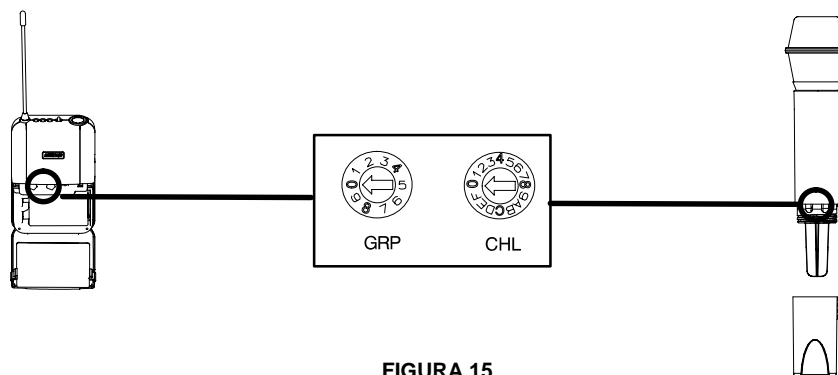

FIGURA 15
1. Spegnete il trasmettitore e aprite il coperchio dello scomparto della pila per accedere agli interruttori di gruppo (GRP) e canale (CHL). Vedi Figura 15.